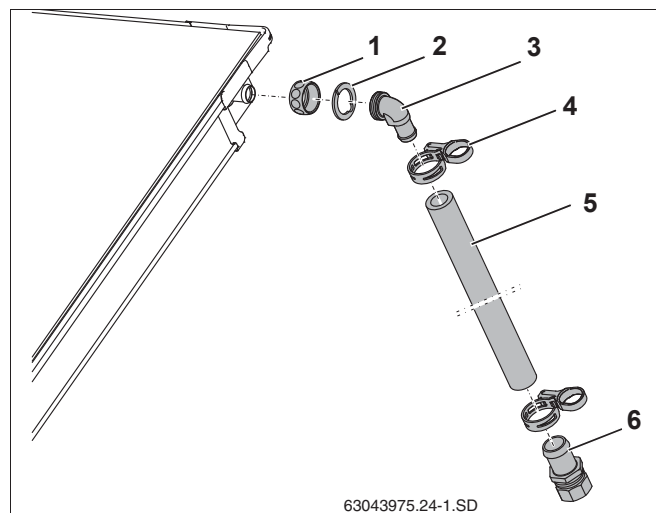

Рис. 35 Монтаж подающей линии
- ▶ Наденьте накидные гайки (рис. 35, поз. 1) на штуцеры коллектора.
- ▶ Уложите зажимную шайбу (рис. 35, поз. 2) за выступ штуцера коллектора и нажать на нее.
- ▶ Наденьте на штуцер угловой наконечник с кольцом (рис. 35, поз. 3), надавив на него, выровняйте и затяните накидной гайкой.
- ▶ Наденьте длинный шланг (1000 мм, рис. 35, поз. 5) на угловой наконечник и закрепите пружинным хомутом (рис. 35, поз. 4).
- ▶ Вставьте наконечник с зажимным кольцом (рис. 35, поз. 6) в шланг солнечного коллектора до упора и зажмите пружинным хомутом.
- ▶ Подключите сборную линию к наконечнику  $R\frac{3}{4}$  с зажимным кольцом (18 мм) (рис. 35, поз. 6).